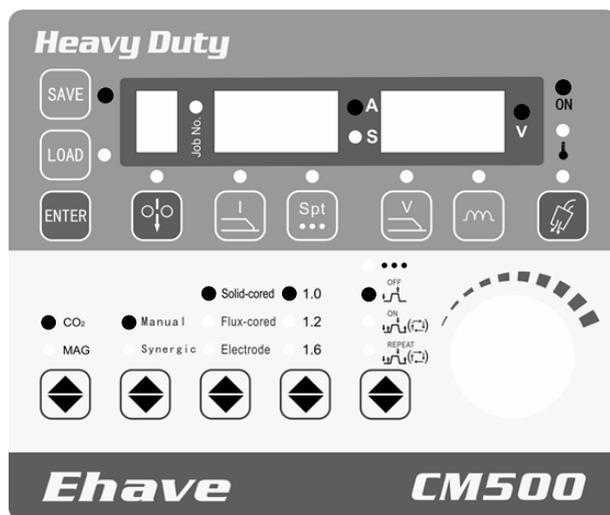

Рис. 3-18 Запись параметров.
3. Выберите настройки параметров сварки, которые будут сохранены. Рисунок 3-18 показывает панель управления, где настройки параметров сохраняются.